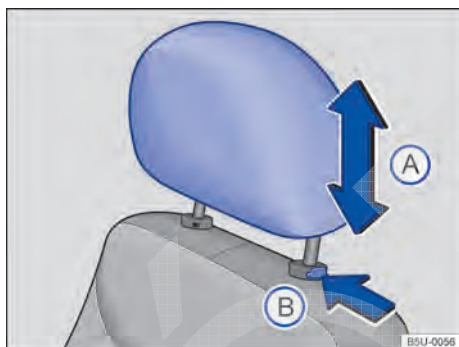

Fig. 65 Ajustar o apoio para cabeça dianteiro.
- Empurrar o apoio para cabeça para cima ou para baixo na direção da seta → Fig. 65 (A) → ⚠️ em *Introdução ao tema* na página 76.